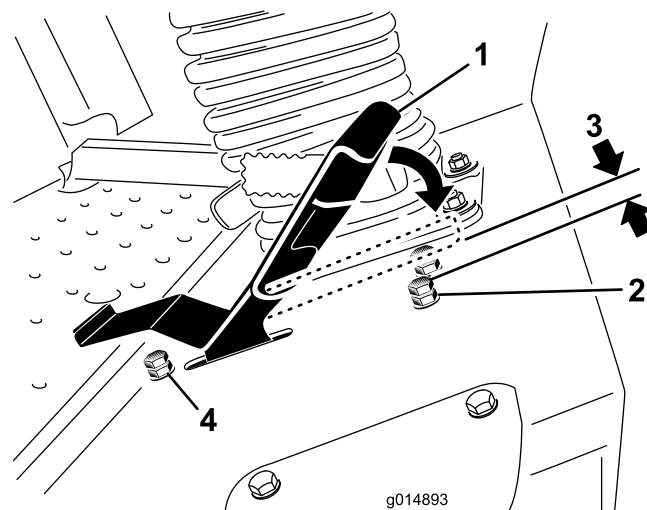

Figure 40
3. Desserrez l'écrou de blocage sur le boulon d'arrêt de la pédale de déplacement (Figure 40).